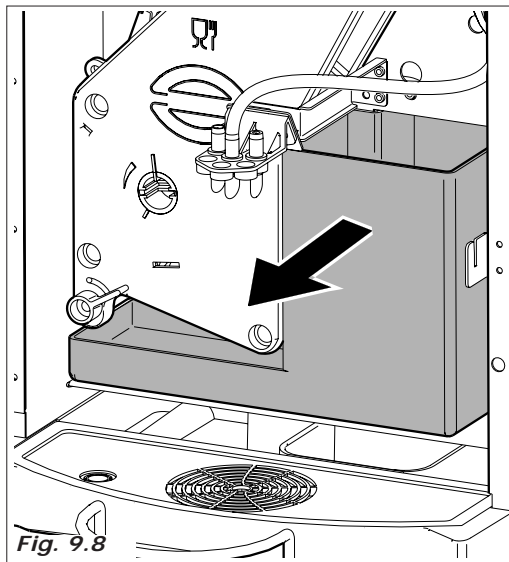

Fig. 9.8
- substituir o recipientes dos fundos café (versões café em grãos) (Fig.9.8)